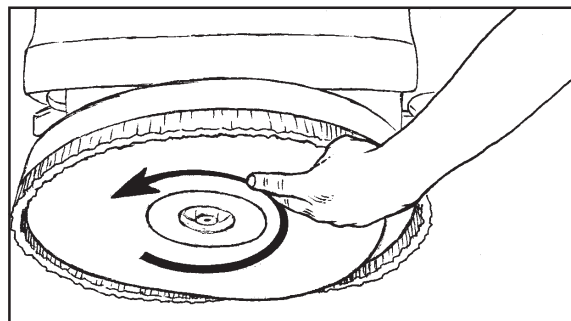

Figura 20
2. Levante el cabezal del cepillo presionando y sosteniendo el cepillo arriba hasta que el cabezal del cepillo se encuentre en posición totalmente alta y rotada (Refiérase a la Figura 20).
5. Empuje el cepillo hacia arriba y rote en dirección contraria a la rotación de lavado, hasta que las lengüetas queden adecuadamente trabadas. (Refiérase a la Figura 20).